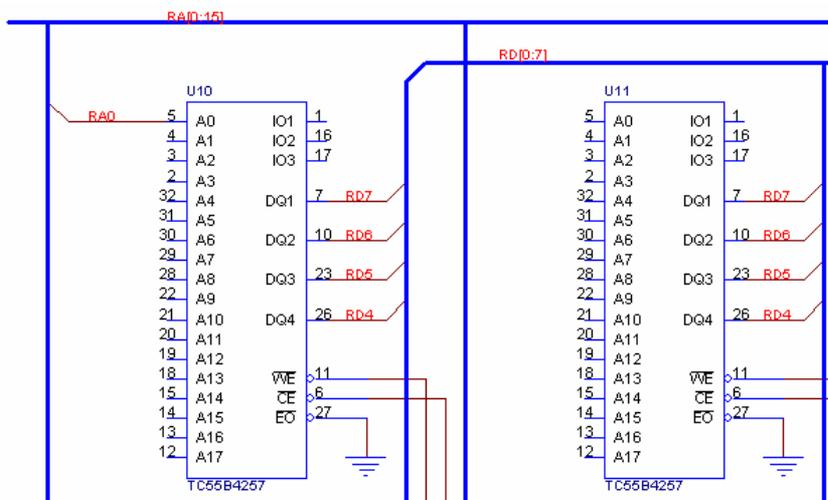

图 3-55 添加了一条总线连接的原理图部分
(5) 选择了网络名称后, 单击“确定”按钮, 完成网络名称的设置。然后返回到连线状态, 此时网络名称框就显示在连线上, 在第(4)步单击鼠标的位置。
(6) 在网络名称框处单击鼠标左键, 即完成了一个总线信号的连接。图 3-55 所示即为添加了一条总线信号连接的原理图部分。
用户可以先连接一个信号到总线，然后使用“复制”命令实现总线的快速连接。下面以图 3-55 所示的添加了一条总线连接的原理图为例讲述，具体操作方法如下：